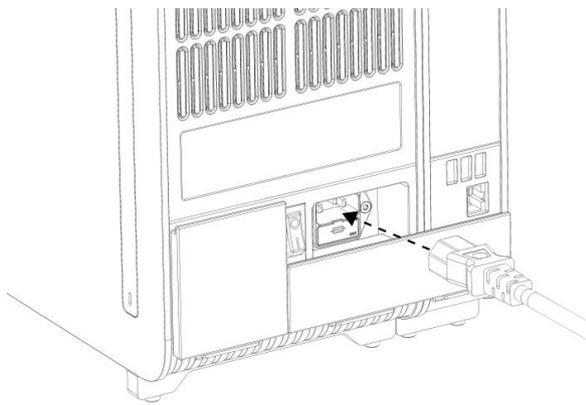

Figure 20. Connexion du cordon d'alimentation.
8. Connectez le cordon d'alimentation fourni avec le QIAstat-Dx Analyzer 1.0 à l'arrière du module analytique d'origine (figure 20).